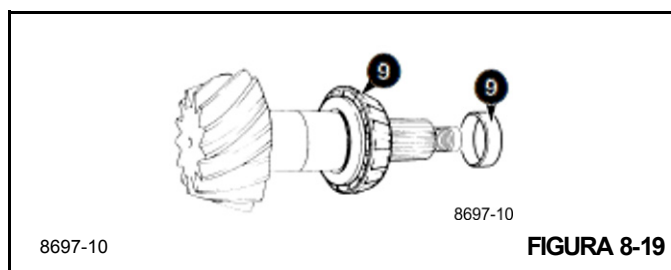

FIGURA 8-19
9. Instale o novo cone do rolamento interno no pinhão e o maior espaçador maciço EG disponível (14,20 mm) (Figura 8-19) no kit de ajuste de espaçadores maciços; consulte *Ferramentas especiais* na página 8-3.